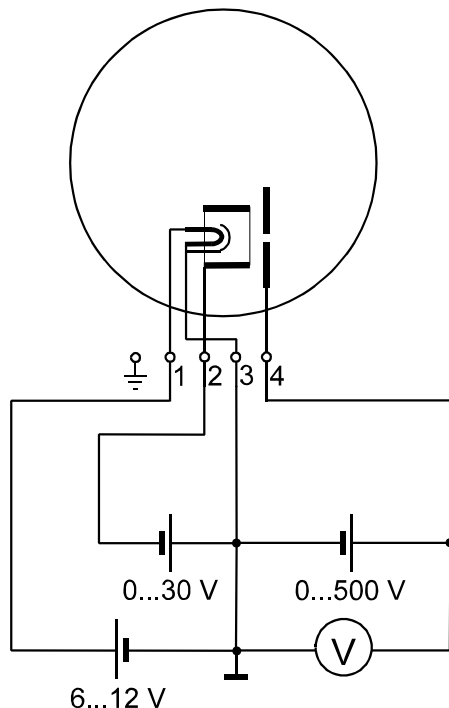

Abb. 1: Elektrische Beschaltung des Fadenstrahlrohres. 1: Heizung, 2: Wehneltzylinder, 3: Kathode, 4: Anode
3.1 Zwischen den beiden HELMHOLTZ-Spulen befindet sich das Fadenstrahlrohr, das auf ein Gehäuse mit Fassung aufgesteckt ist. Das Elektrodensystem des Fadenstrahlrohres (siehe Abb.1) besteht aus einer indirekt beheizten Oxidkathode, einem Wehneltzylinder zur Abschirmung und Strahlfokussierung und einer mit einem Loch versehenen Anode. Über dem Elektrodensystem befinden sich in Abständen von jeweils 20 mm Markierungen zur genauen Einstellung des Kreisdurchmessers des Elektronenstrahles. Heizspannung (+6...11V), Wehneltspannung (0...-30V) und Anodenspannung (0...+500V) für das Fadenstrahlrohr werden entsprechend Abb.1 dem Röhren-Stromversorgungsgerät entnommen. Die Helmholtzspulen werden mit
4.2 Das Fadenstrahlrohr wird zwischen die Magnetspulen gestellt und entsprechend Abb.1 angeschlossen.